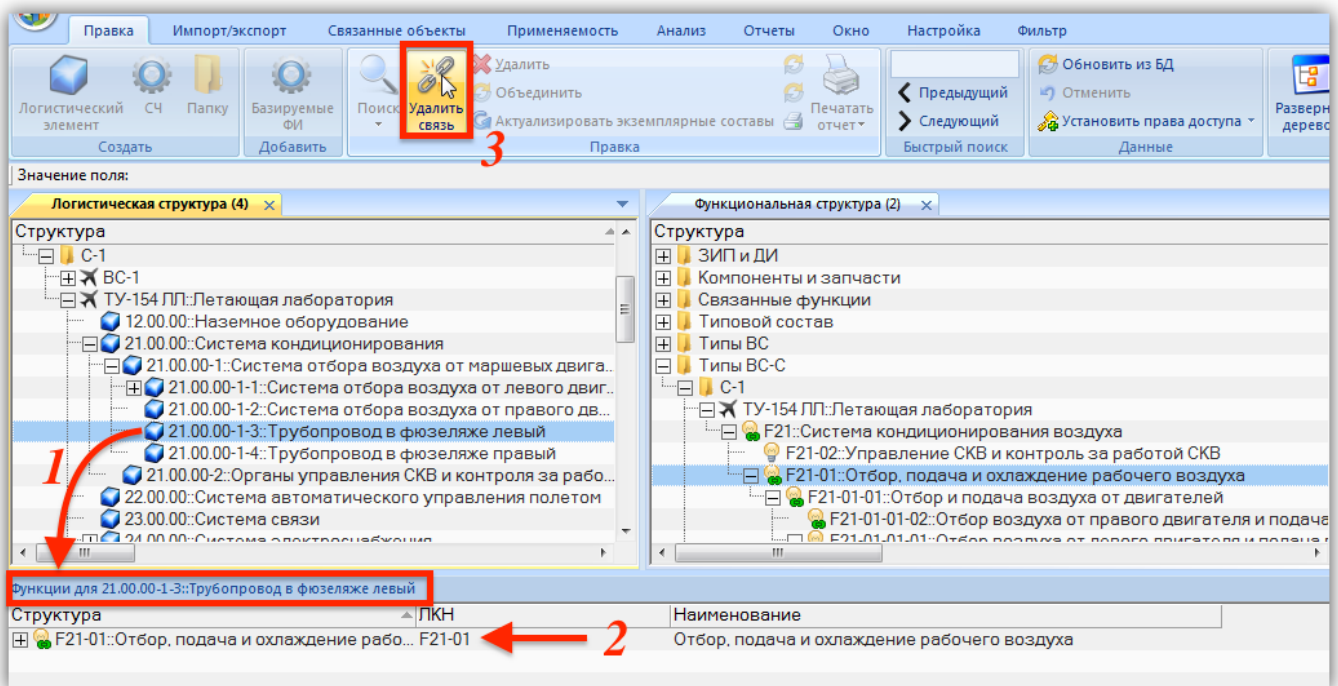

Рис. 10-299 – Выполняемые функции для элемента ЛСИ
- 2) Выбрать объект логистической структуры в рабочем окне «Логистическая структура» и нажать кнопку «Выполняемые функции» панели «Связанные объекты». Откроется окно связанных функций для выбранного объекта (1 на рис. 10-299).
- 3) Откроется окно связанных элементов ЛСИ для выбранной функции (2 на рис. 10-299). В этом окне перечислены элементы ЛСИ (ФИ, логистические элементы и компоненты), связанные с выбранной функцией.